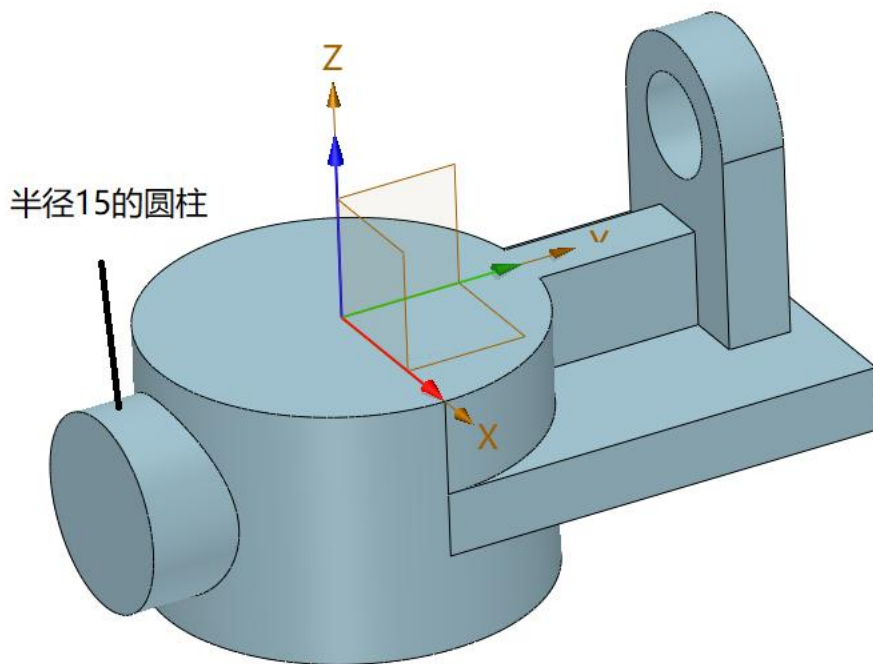

图 6-6 绘制半径 15 的圆柱
5、在 XZ 平面上构建半径 15 圆，再拉伸高 40 的圆柱。如图 6-6 所示。